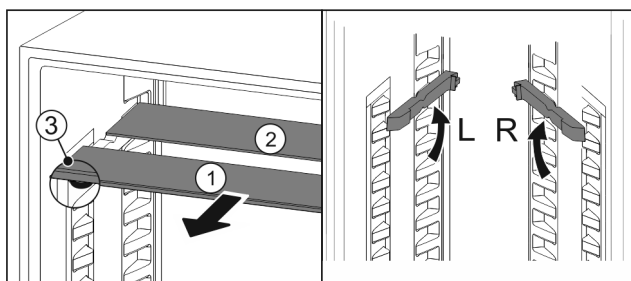

Fig. 131
- ▶ Посуньте Fig. 131 (1) скляну панель вперед.
- ▷ Скляна панель Fig. 131 (1) з декоративною планкою лежить спереду.
- ▷ Стопори Fig. 131 (3) показують вниз.